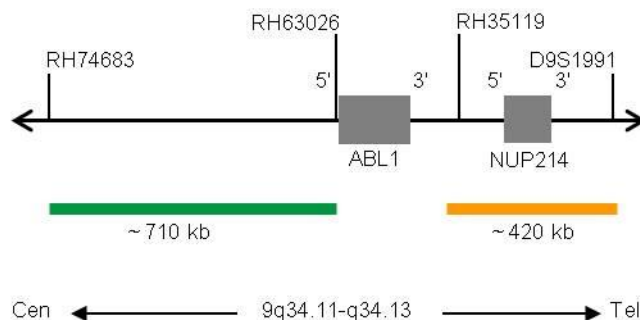

Fig. 1 : Carte de la sonde SPEC ABL1 (pas à l'échelle)
- Polynucléotides marqués au ZyGreen (excitation 503 nm/émission 528 nm) (~10 ng/ μ l), qui ciblent une séquence de 9q34.11-q34.12* (chr9:132,872,357-133,580,236) proximale de la région des points de rupture de ABL1 (voir figure 1).
- Polynucléotides marqués au ZyOrange (excitation 547 nm/émission 572 nm) (~4,5 ng/ μ l), qui ciblent une séquence de 9q34.12-q34.13* (chr9:133,851,960-134,273,097) distale de la région des points de rupture de ABL1 (voir figure 1).